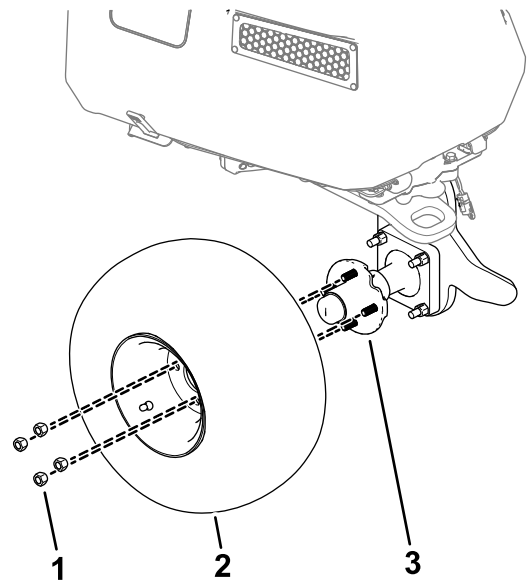

Figure 1
7. Retirez les 4 écrous de roue qui fixent la roue au moyeu, et déposez la roue de la machine (Figure 1).